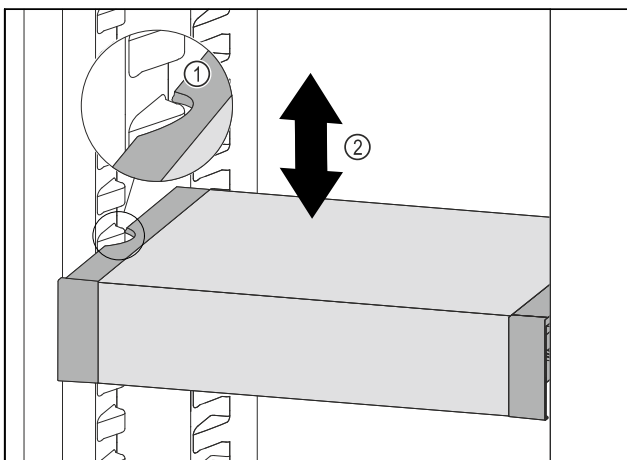

Fig. 143
- Tirer le VarioSafe vers l'avant jusqu'à ce que les encoches latérales du VarioSafe soient à la hauteur de la nervure du bac dans la partie réfrigérateur. Fig. 143 (1)
- Déplacer le VarioSafe vers le haut ou vers le bas dans la partie réfrigérateur jusqu'à ce que la hauteur souhaitée soit atteinte. Fig. 143 (2)